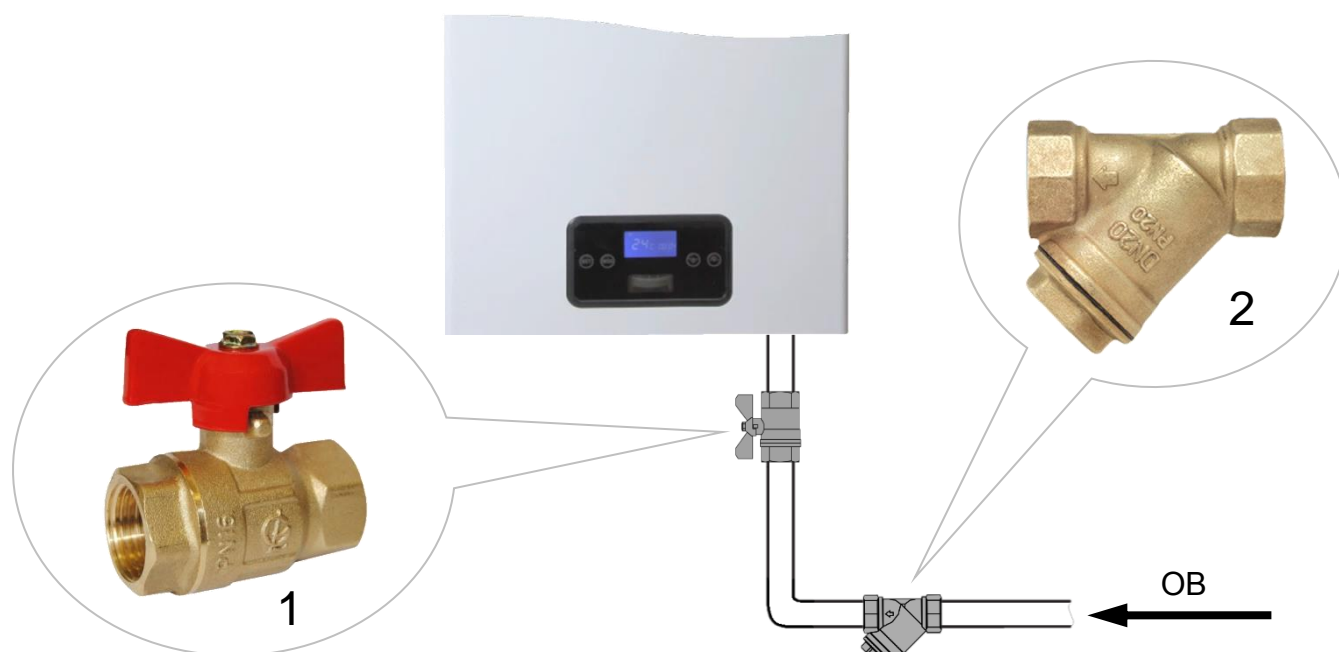

Рис. 22 Монтаж труб системы отопления и водоснабжения.
- Для осуществления ТО котла, **рекомендуется** перед присоединительными патрубками котла установить (смонтировать) запорные краны, которые **должны** быть расположены так, чтобы их поворотные ручки были доступны (См. Рис. 22).
- **Настоятельно рекомендуется** на обратном трубопроводе СО, на входе ОВ в котёл установить крестовый сетчатый фильтр для очистки ОВ от нежелательных примесей и отложений (См. Рис. 22). Рекомендуется устанавливать фильтр с сеткой (фильтрующим элементом), у которой размеры ячеек 300-500 микрон.